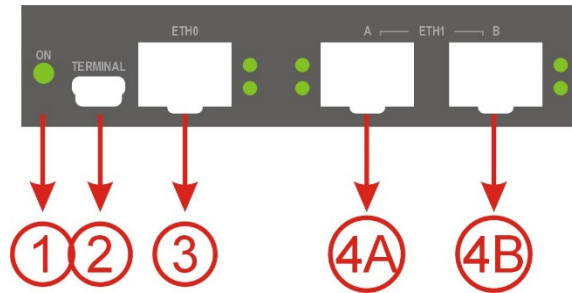

Figura 3-3 : Disposición módulo CPU
El LED verde identificado como ON (ver 1 en Figura 3-3) señala la presencia de las tensiones de alimentación requeridas internamente por el módulo.
El puerto Terminal (ver 2 en Figura 3-3) está destinado a casos de análisis por parte de personal especializado. Este puerto no tiene aislación galvánica y no debe permanecer conectado en campo.
- ETH0 destinado a bus de estación (ver 3 en Figura 3-3).
- ETH1 destinado a bus de proceso (ver 4A y 4B en Figura 3-3).
El puerto del bus de proceso cuenta con redundancia HSR/PRP según IEC 62439-3, distinguiéndose los conectores A y B como se indica en en Figura 3-3.